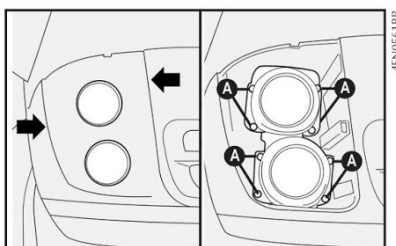

fig. 34
1) retirar a moldura com uma chave de fenda nos pontos indicados pelas setas **fig. 34**;
2) retirar os parafusos **A-fig. 34** de fixação do farol;
9) recolocar o conjunto completo reapertando os parafusos **A-fig. 34**;